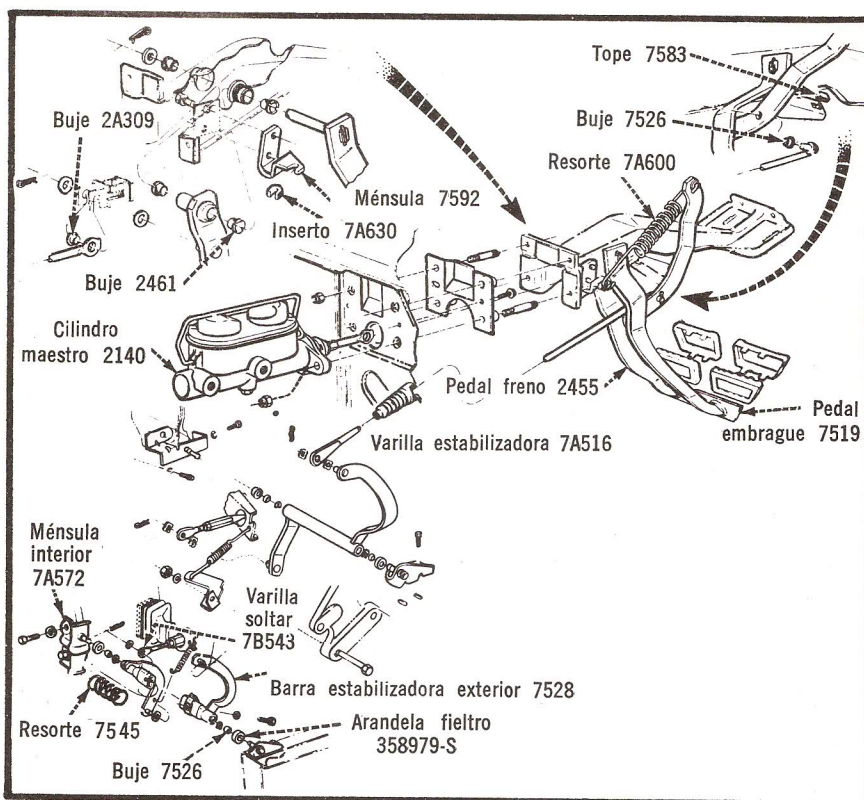

Fig. 2 — Componentes de Varillas del Embrague.
2. Afloje la tuerca de seguridad de la varilla de la palanca de desembrague (Fig. 2).
1. Quite el broche de sujeción (Fig. 2) que sujeta la varilla del compensador al pedal del embrague. Desconecte el pedal de la varilla.